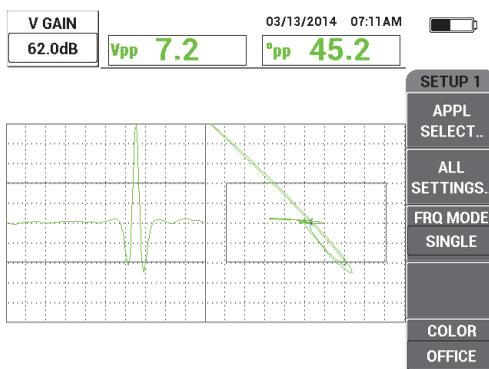

Рис. 5-16 Настройка вертикального усиления
5. Дважды нажмите клавишу **GAIN (dB)** для доступа к параметру **V УСИЛ**; с помощью ручки настройте вертикальное усиление, так чтобы сигнал достиг верхней точки экрана, что представляет 100 % высоты экрана (см. Рис. 5-16 на стр. 145).